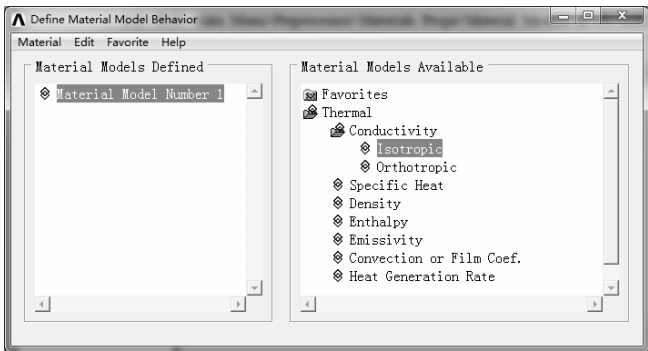

图 8-142 “Define Material Model Behavior”对话框
2) 选择“Main Menu>Preprocessor>Materials Props>Material Models”命令, 弹出“Define Material Model Behavior”对话框, 如图 8-142 所示。